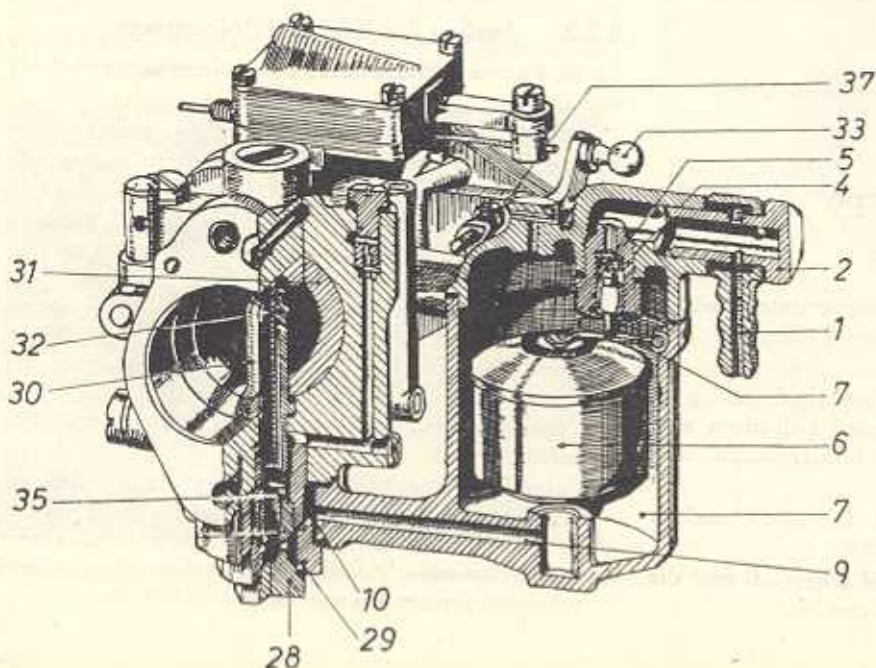

Bild M 55
Nunmehr ist das Schwimmernadelventil gegen weiteren Kraftstoffzufluß abgeschlossen. Sinkt das Kraftstoffniveau durch Absaugen von Kraftstoff aus dem Vergaser durch den Motor, so sinkt auch der Schwimmer (6), der Nadelsitz wird von der Schwimmernadel wieder freigegeben und die abgesaugte Kraftstoffmenge wird durch neu zufließenden Kraftstoff ersetzt. Vom Schwimmernadelventil gelangt der Kraftstoff durch die Bohrung (9) in den kreisringförmigen Raum (10) an der Hohl-schraube (29) (Bild M 55).